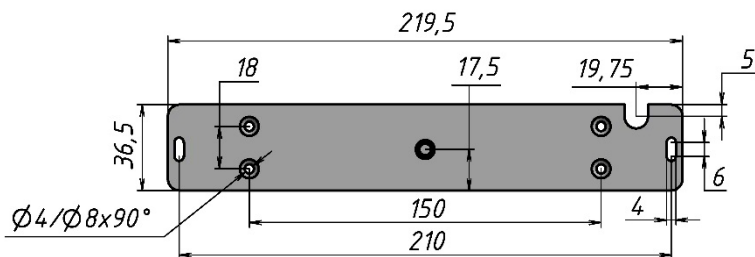

Рисунок 4 – Основание
5.2 Основание крепится на дверной коробке через два овальных отверстия саморезами $\varnothing 3 \text{ мм}$ с учетом габаритно-установочных размеров и расположения выводов управления (рисунок 4). Далее, на ось основания устанавливается корпус.